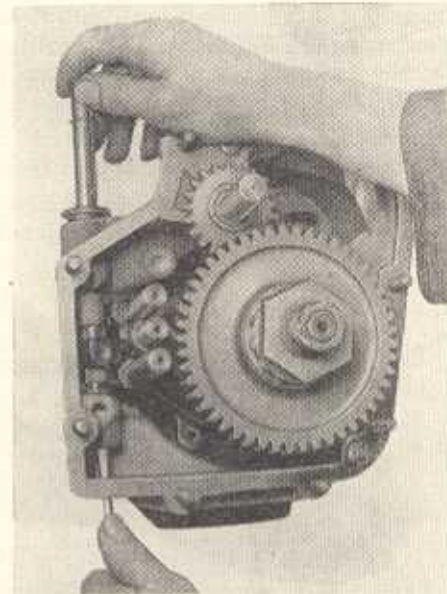

Bild G 124. Schaltwelle einbauen
3. Schalthebel in die Gasse der Schaltstangen halten und dabei die eingölte Schaltwelle einführen und durch die Naben der beiden Schalthebel schieben. Kugel (8 mm Dmr.) in die Bohrung mit der Arretierfeder einsetzen, mit einem Dorn eindrücken und Schaltwelle bis zur Rastung weiterschieben (Bild G 124).